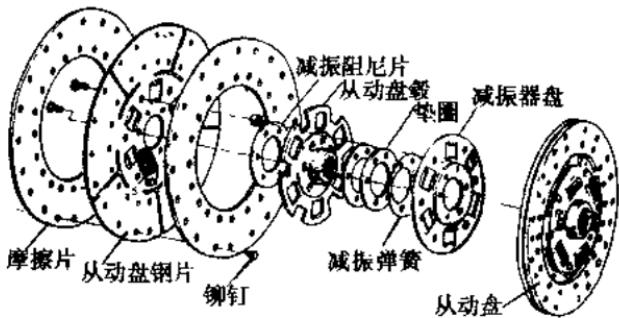

图 1-6 从动盘结构
(2) 从动部分。从动部分即从动盘，装有扭转减振器，其结构如图 1-6 所示。